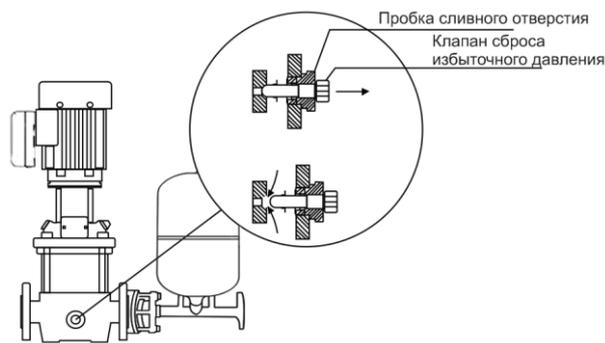

Рисунок 6
7. Пробка сливного отверстия оснащена клапаном сброса избыточного давления. При достижении в системе давления равного 6 бар, происходит автоматическое срабатывания этого клапана, что позволяет сбросить избыточное давление в системе и избежать повреждения станции и системы (смотрите рисунок 6 ниже).